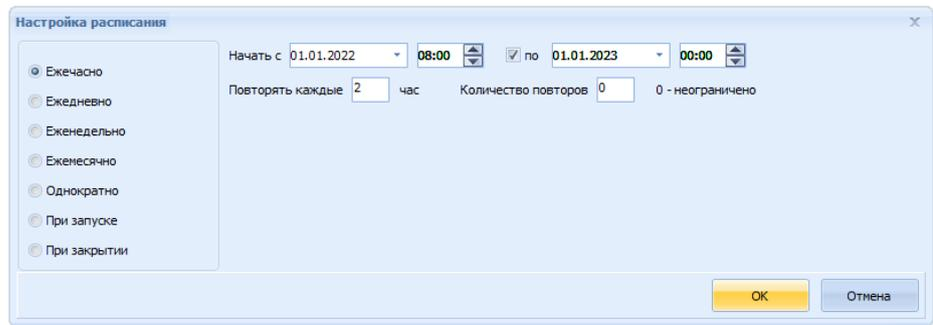

Рисунок 9.11 – Окно Настройка расписания «Ежечасно»
1) «Расписание» – позволяет настроить время периодического включения или выключения сценария. При нажатии на ссылку с расписанием открывается окно Настройка расписания (рисунок 9.11). В левой части окна располагаются варианты повтора расписания, а в правой настройка выбранного варианта.
– Ежечасно (рисунок 9.11). Будет выполняться начиная с указанной даты и в указанное время через указанное количество часов. Например, можно задать что сценарий будет запускаться через каждые 2 часа начиная с 8:00 01.01.2020 г. В таком случае он запустится в 8:00, 10:00 12:00 и т. д. Можно указать сколько раз будет выполняться сценарий или указать конечную дату, после которой такая логика больше не выполнится.